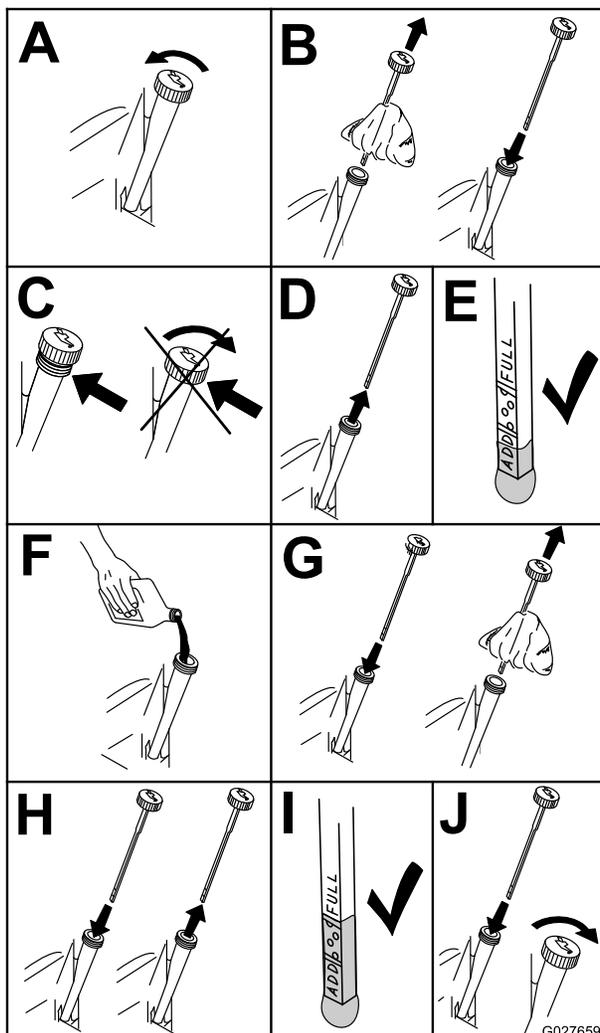

Figure 54
- Avant de quitter la position d'utilisation, coupez le moteur, retirez la clé de contact et attendez l'arrêt complet de toutes les pièces mobiles (Figure 54).